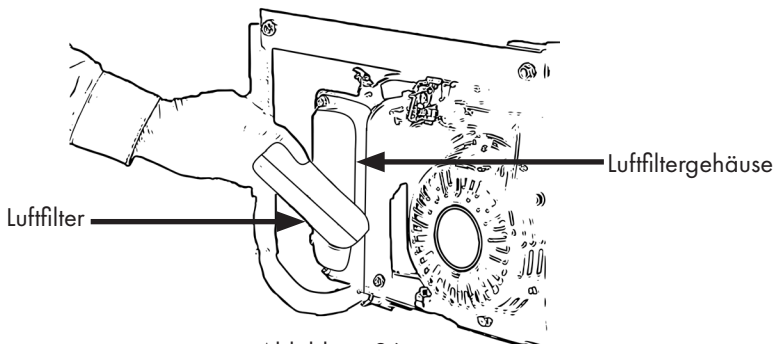

Abbildung 26
- Entnehmen Sie den Luftfilter aus dem Luftfiltergehäuse, Abb. 26.